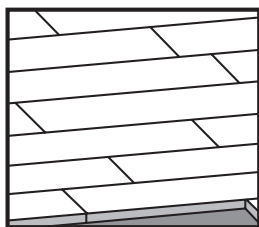

FIGURE 1.1 (CORRECTE)
ÉTAPE 4: Taillez la dernière latte de la rangée de départ en laissant 1/2 po (12 mm) du mur et utilisez la retaille pour commencer la deuxième rangée. Il est préférable de ne pas utiliser cette retaille si sa longueur est inférieure à 6 po (150 mm), car elle pourrait avoir tendance à se déplacer. Continuez à poser les lattes en insérant d'abord la languette dans la rainure du côté de la latte, puis la languette dans la rainure du bout. Évitez de regrouper, si possible, les joints; pour ce faire, espacez ces derniers d'au moins 8 1/2 po (212 mm) (plancher de 4 1/4 po de large). Enlevez toute trace d'adhésif de la surface finie des lattes avant qu'il sèche en utilisant le dissolvant approprié. Voir la figure 1.1 et 1.2.